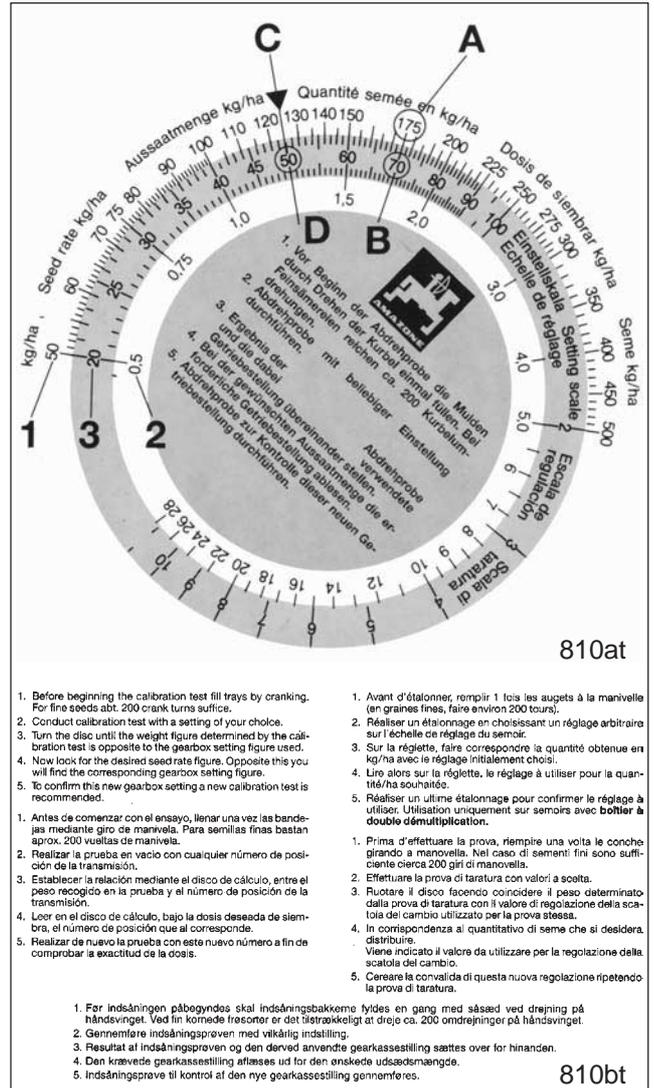

Fig. 16.10
Die Rechenscheibe besteht aus drei Skalen: einer äußeren weißen Skala (Fig. 16.10/1) für alle Aussaatmengen über 30 kg/ha und einer inneren weißen Skala (Fig. 16.10/2) für alle Aussaatmengen unter 30 kg/ha. Auf der mittleren, farbigen Skala (Fig. 16.10/3) sind die Getriebebestellnummern von "1 bis 100" angegeben.
- Die Aussaatmenge 175 kg/ha (Fig. 16.10/A) und die Getriebebestellnummer "70" (Fig. 16.10/B) auf der Rechenscheibe übereinander stellen.
- Lesen Sie nun auf der Rechenscheibe die Getriebebestellnummer für die gewünschte Aussaatmenge von 125 kg/ha ab (Fig. 16.10/C). In unserem Beispiel ist das die Getriebebestellnummer "50" (Fig. 16.10/D).